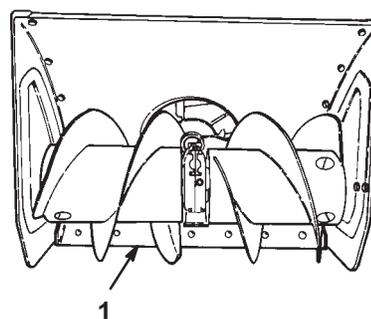

Bild 9
2. Stellen Sie die Schneefräse auf einer ebenen Fläche ab und stellen Sie sicher, dass die Schürfleiste (Bild 9) parallel zum Boden steht. Wenn das nicht der Fall ist, stellen Sie die Schürfleiste ein; siehe Einstellung der Kufen und der Schürfleiste auf Seite 23.